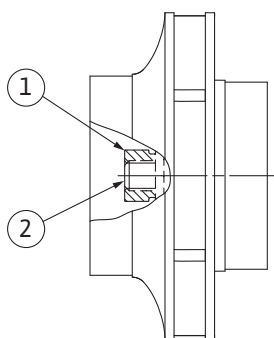

Fig. 107: Posizione corretta del dado girante dopo il montaggio
8. Tenere l'albero fermo con una chiave fissa (SW22 mm) e serrare il dado della girante con la coppia di serraggio prescritta (vedi tabella "Coppie di serraggio" [► 30]). Il dado (Fig. 107, pos. 1) deve essere circa  $\pm 0,5$  mm a filo dell'estremità dell'albero (Fig. 107, pos. 2). Se non è così, allentare il dado e ripetere le operazioni 4 ... 8.
9. Rimuovere la chiave fissa e rimontare la lamiera di protezione (Fig. I, pos. 27).